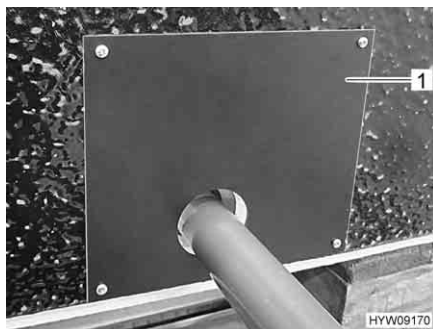

Fig. 107 Copertura (vano del serbatoio delle acque grigie)
- Rimuovere la copertura (Fig. 107,1) del serbatoio delle acque grigie.
- Posizionare la copertura (Fig. 107,1).